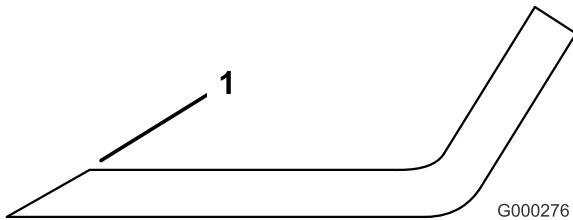

Figure 89
1. Au moyen d'une lime, affûtez les tranchants aux deux extrémités de la lame (Figure 89). Veillez à conserver l'angle de coupe d'origine. Limez la même quantité de métal sur chacun des deux tranchants pour ne pas déséquilibrer la lame.